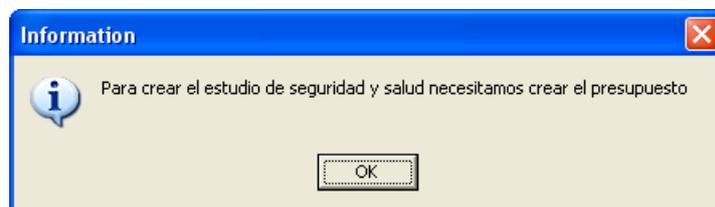
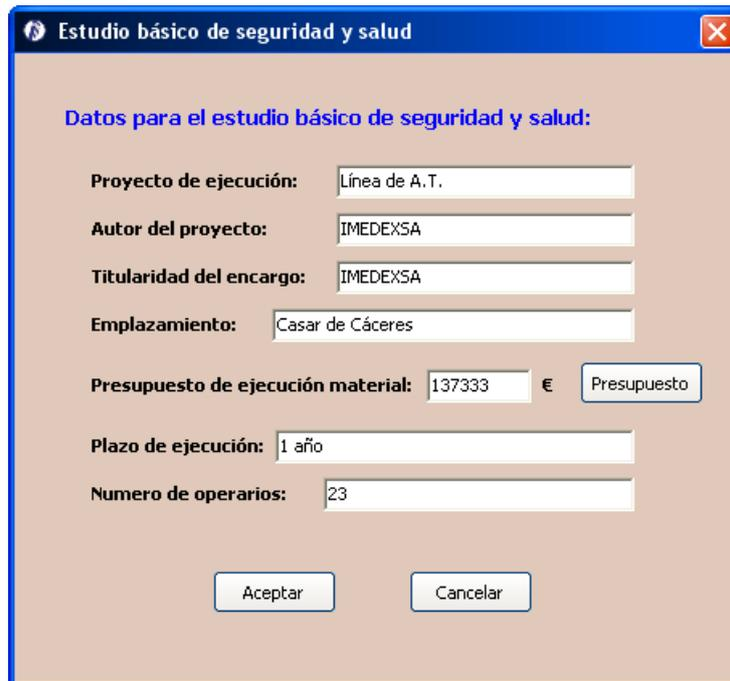

Figura 8.18. Información sobre Estudio de Seguridad y Salud
Figura 8.19. Exportación del Estudio de Seguridad y Salud a Microsoft Word
- Estudio de Seguridad y Salud. Seleccionamos el ESS y el programa nos informa que para ello necesita crear el presupuesto (Figura 8.18), aceptamos nos lleva de nuevo a la ventana anterior (Figura 8.17), volvemos a aceptar aparece la ventana de datos para el ESS (Figura 8.19). Introducimos los datos necesarios sobre la línea. Esta ventana nos muestra también el presupuesto total de la línea el cual podemos modificar en el botón *presupuesto* que nos vuelve a llevar a la ventana de precios del presupuesto (Figura 8.17).